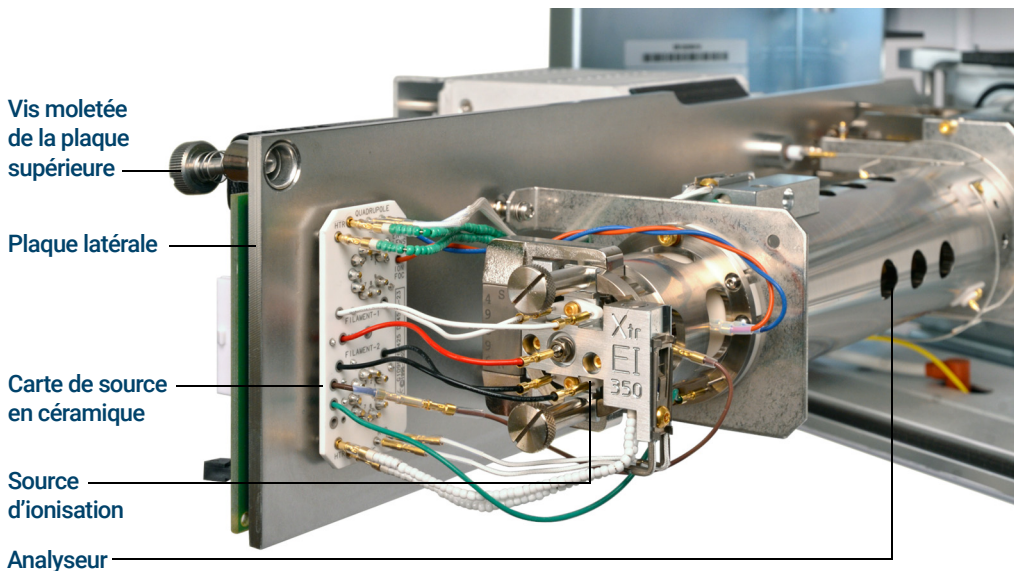

Figure 54. La chambre de l'analyseur pour un MSD de modèle Inert+
- 3 Desserrer les vis moletées du plateau latéral de l'analyseur si elles sont serrées. (Voir **Figure 54** page 193.)